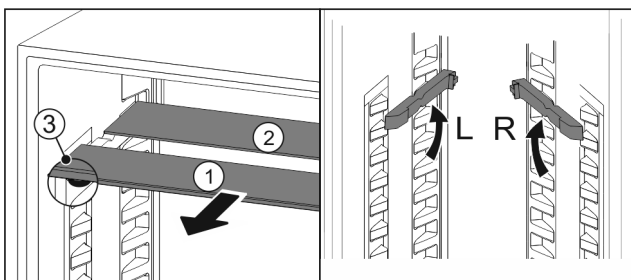

Fig. 85
- ▶ Glasplaten afzonderlijk vanaf de voorkant eruit trekken Fig. 85 (1).
- ▷ Glasplaat Fig. 85 (1) met sierlijst ligt voor.
- ▷ Stops Fig. 85 (3) zijn naar onder gericht.